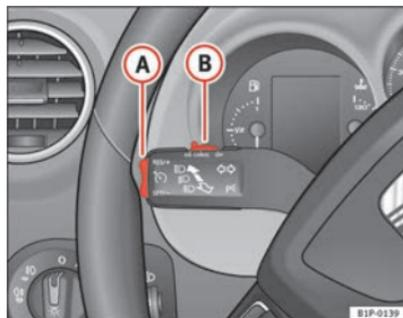

Fig. 132 Palanca de intermitentes y de luz de carretera: conmutador y tecla basculante para el regulador de velocidad
- Mueva el mando ⇒ fig. 132 **B** hacia la izquierda hasta la posición **ON**.